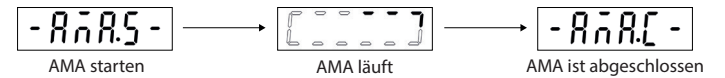

Abbildung 7: AMA-Statusanzeigen
3. Stellen Sie [1] *Komplette AMA aktivieren* oder [2] *Reduzierte AMA aktivieren* für *Parameter P4.2.1.3 AMA-Modus* ein. Im Hauptdisplay wird *AMA starten* angezeigt, siehe *Abbildung 7*.